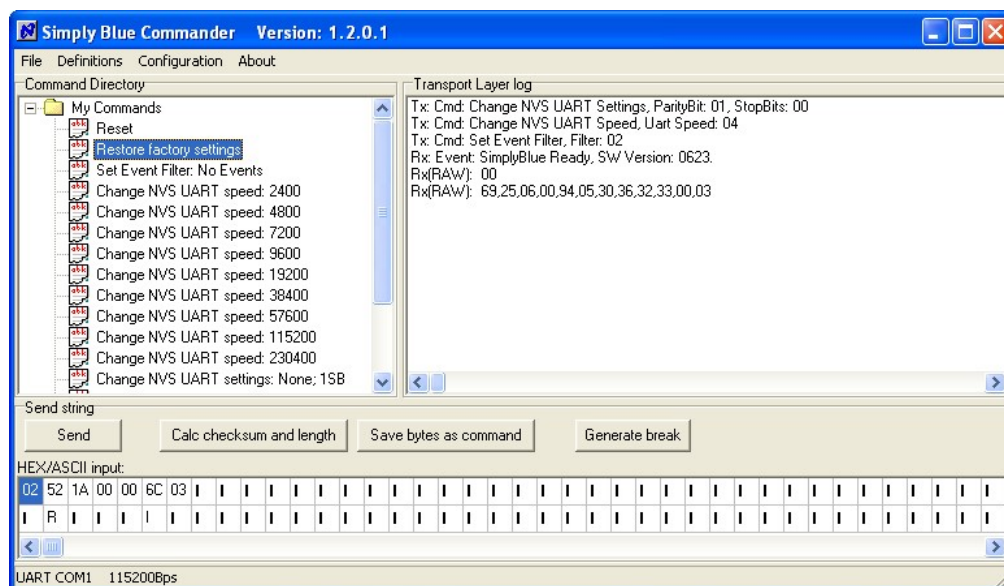

Рисунок 15.
- 2.7. Если Вы сделали что-то не то, есть возможность вернуть исходные заводские настройки, для этого выбираем и передаем команду “Restore factory settings” (Рисунок 15), а затем “RESET”. При этом адаптер SBT_COM сбросит всю информацию, хранящуюся в памяти, о спаренных по Bluetooth устройствах, снова включится выдача служебных сообщений, а в NVS пропишутся следующие установки UART по умолчанию: